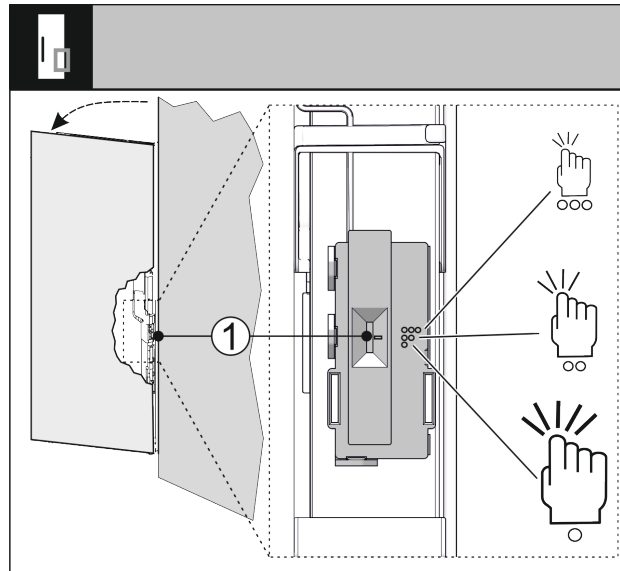

Fig. 92
Отрегулируйте чувствительность сигнала стука при помощи переключателя Fig. 92 (1). Переключатель находится со стороны петель на нижней трети двери.
- ▶ Установите переключатель Fig. 92 (1) в нужное положение.